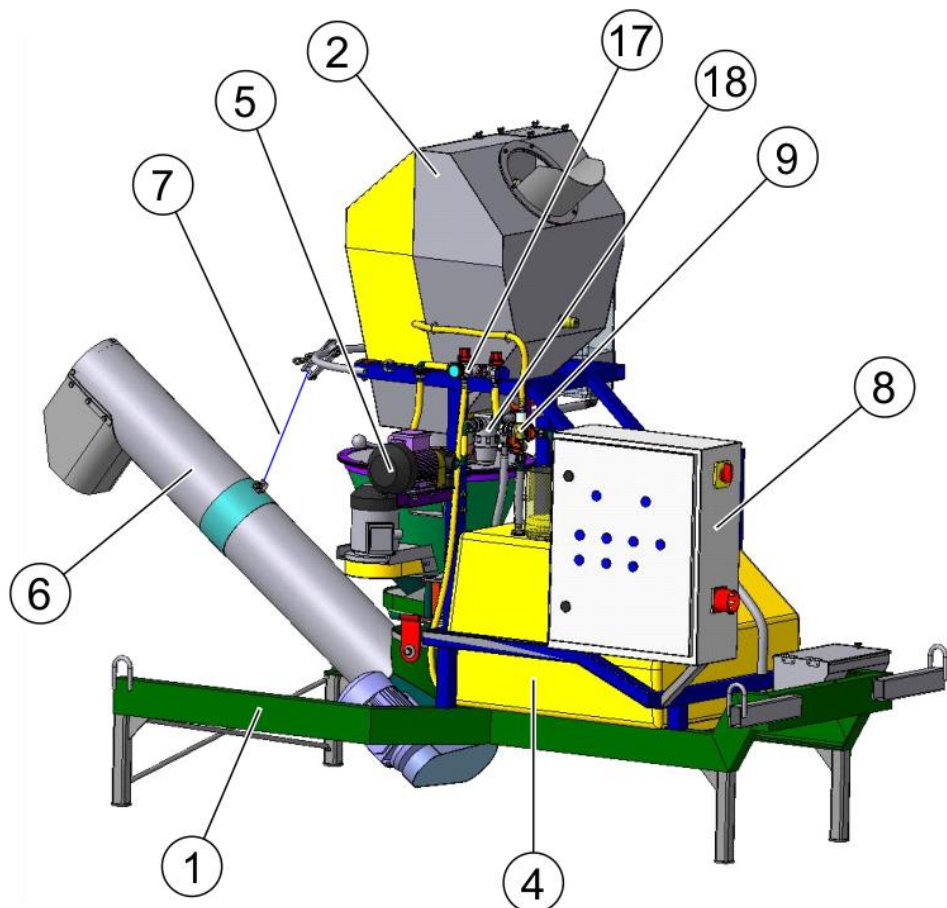
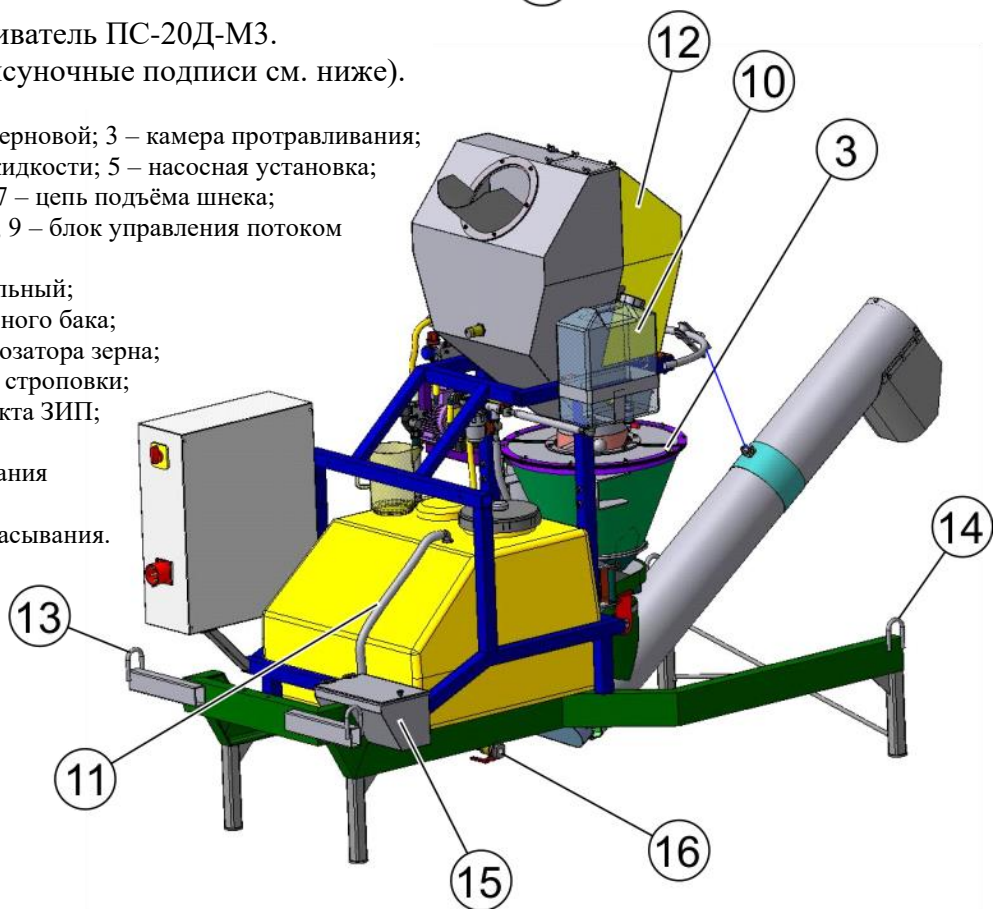

Рис. 1. Протравливатель ПС-20Д-М3.
Рис. 2. Протравливатель ПС-20Д.-М3. Вид справа.
Общее устройство протравливателя показано на *Рис. 1, Рис. 2*, а основных узлов – на *рис. 2-9*.
- 2.1. Протравливатель семян камерный ПС-20Д-МЗ (*Рис. 1, Рис. 2*) представляет собой автоматическую стационарную машину с электроприводом основных механизмов и состоит из следующих сборочных единиц: бункер для накопления семян 2, камеры протравливания 3, бака 4 для рабочей жидкости, насосной установки 5 с системой дозирования жидкости 17, шнека выгрузного 6, блока 9 управления потоком жидкости, шкафа управления 8. Сборочные единицы смонтированы на раме 1. Выгрузной шнек поднимается и опускается оператором с помощью цепи 7. Бачок 10 заполняется чистой водой и предназначен для промывки системы и мытья рук оператора.